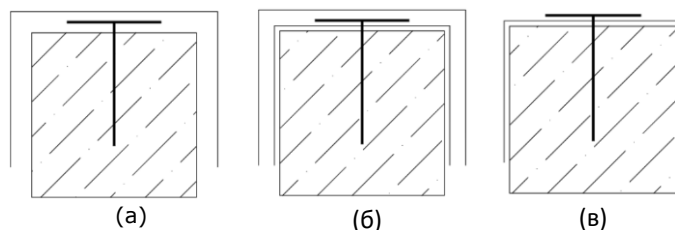

Рисунок 2. Схема расположения анкера Карбон АТ в системе внешнего армирования
- под элементы системы внешнего армирования (рис.2а),
- между слоями СВА (рис. 2б),
- поверх финишного слоя СВА (рис. 2в).